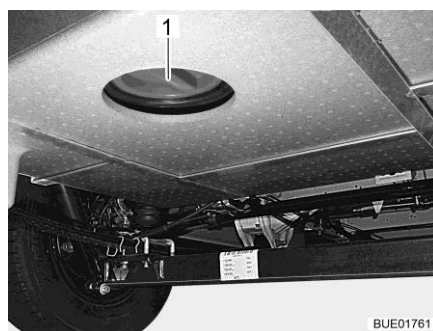

Fig. 213 Apertura per la pulizia (serbatoio delle acque grigie)
- A questo scopo aprire l'apertura per la pulizia (Fig. 213,1) per il serbatoio delle acque grigie e il rubinetto di scarico.